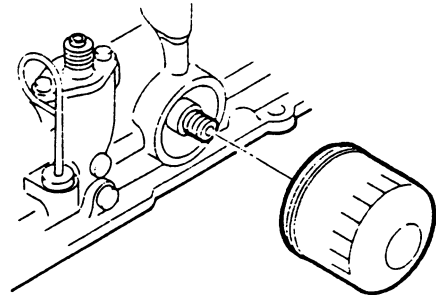

Fig. 7.1
(2) Byte oljefilter (fig. 7.1.)